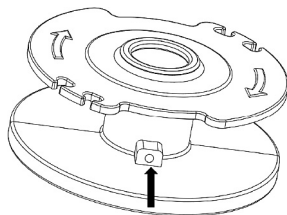

Рис. 17 Катушка триммерной головки
4. Отрежьте новый корд длиной приблизительно 3,5 м и вставьте один из его концов в отверстие (Рис. 17) в катушке на глубину 10 мм. Зафиксировав таким образом один конец корда, намотайте корд в направлении, указанном стрелками на катушке.